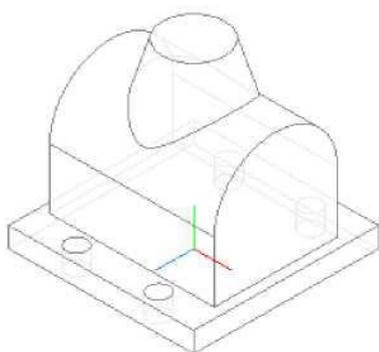

Рис. 7.28
6. Применяем к эскизу команду  Приклеить вращением. Способом построения должен быть Сфероид, а на вкладке Тонкая стенка установлен вариант Нет. Результат показан на рис. 7.28.